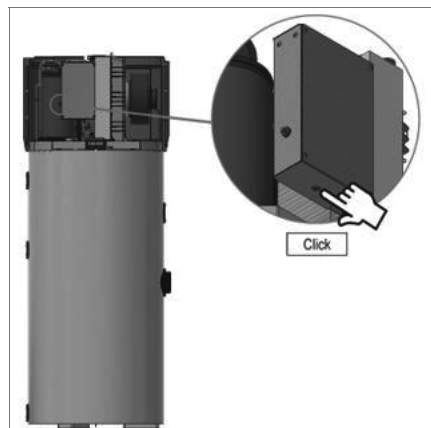

Fig. 19 – Restablecimiento del termostato de seguridad
- Restablecer manualmente desde arriba el termostato de seguridad intervenido (Fig. 19). En caso de intervención el perno central del termostato sale por aproximadamente 4 mm;